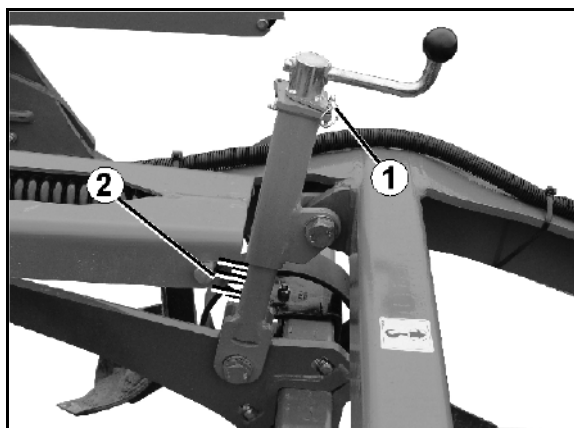

Рис. 41
1. Извлеките шплинт (Рис. 41/1).
- Для ориентации на устройствах регулировки имеется шкала (Рис. 41/2).